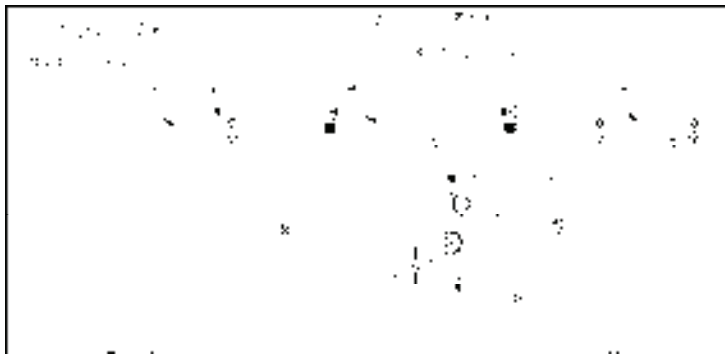

图 14-78 绘制结果
8) 重复上述操作，继续添加引出标注，结果如图 14-78 所示。